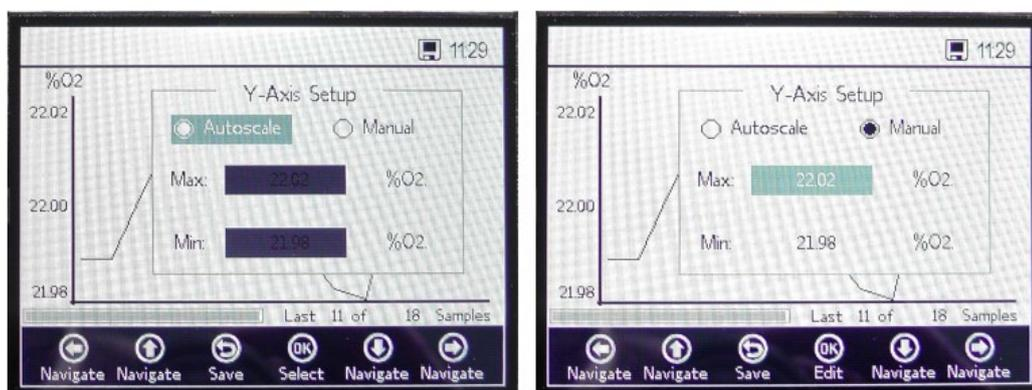

Figure 31. Y-Axis Setup : paramètres Autoscale et Manual
2. Sélectionner le paramètre **Autoscale** ou **Manual** pour les valeurs maximales ou minimales affichées sur l'axe Y. Voir la figure 31. "Autoscale" définit automatiquement les valeurs maximales et minimales en fonction des valeurs de mesure prédéfinies.